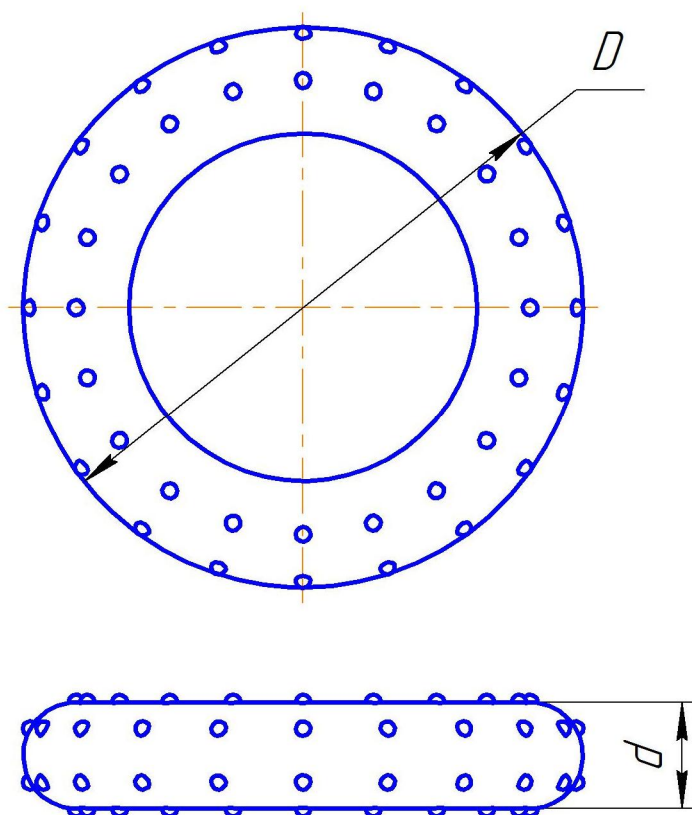

Рис. 4 Параметры для построения эспандера
4. Построить трехмерную модель эспандера и выполнить массивы вдоль кривой и по concentрической сетке в соответствии с данными рис. 4 и табл. 4. Выступы имеют диаметр 1 мм и высоту 1 мм, радиус скругления – 1 мм.